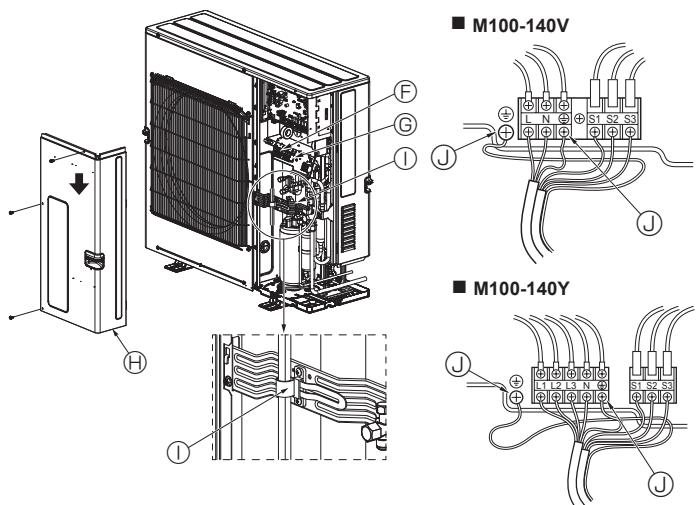

Fig. 6-2
6.1. Utomhusenhet (Fig. 6-1, Fig. 6-2)
① Ta bort servicepanelen.
② Hälväsa till Fig. 6-1 och Fig. 6-2 när kablarna dras.